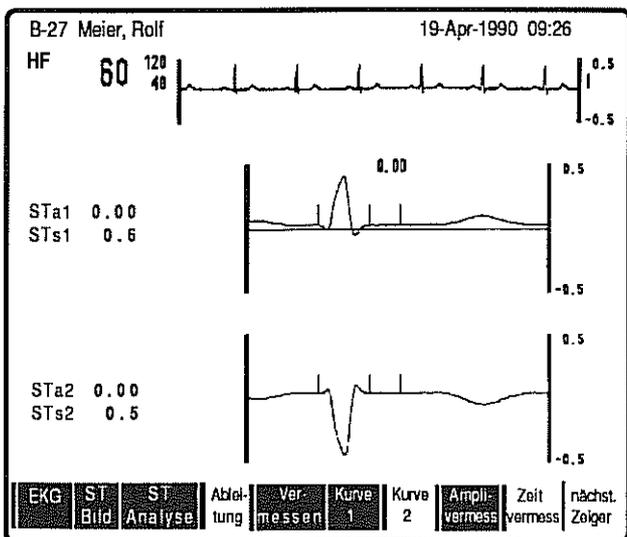

Bild 28
- * Drücken Sie Taste **F5 Vermessen**. Es erscheint jetzt wieder die geänderte Soft-key-Zeile, in der das Gerät gleichzeitig die Funktionen **Kurve 1** (Taste **F6**) und **Ampli vermessen** (Taste **F8**) einschaltet (Bild 28).